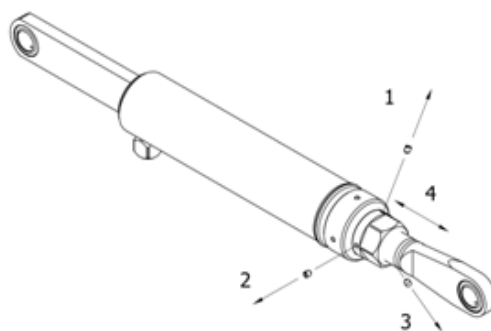

Bild 39. Justering av cylinderlängd
2. Skruva bort låsskruvarna (pos. 1, 2, 3, se Bild 39).
3. Vrid muttern (pos 4, se Bild 39) för att justera cylinderlängden och positionen på bryggan. Använd ZEPRO verktyg art. no. 59693 (60 mm). Justera alltid båda cylindrarna.